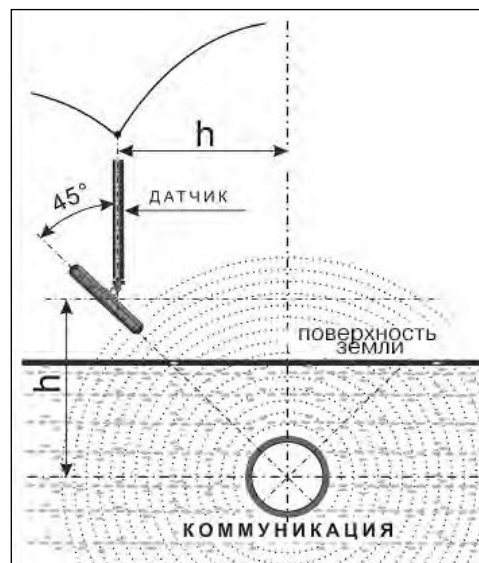

Рис.4.1
2. При положении д тчик ЭМД перпендикулярно тр ссе и под углом 45° к поверхности земли минимум сигн л н блюд ется н уд лении от точки «н д тр ссой», р в ном глубине з лег ния коммуник ции, когд ось нтенны пересек ет ось тр ссы. Это - косвенный метод измерения глубины з лег ния коммуник ции (рис.4.1).